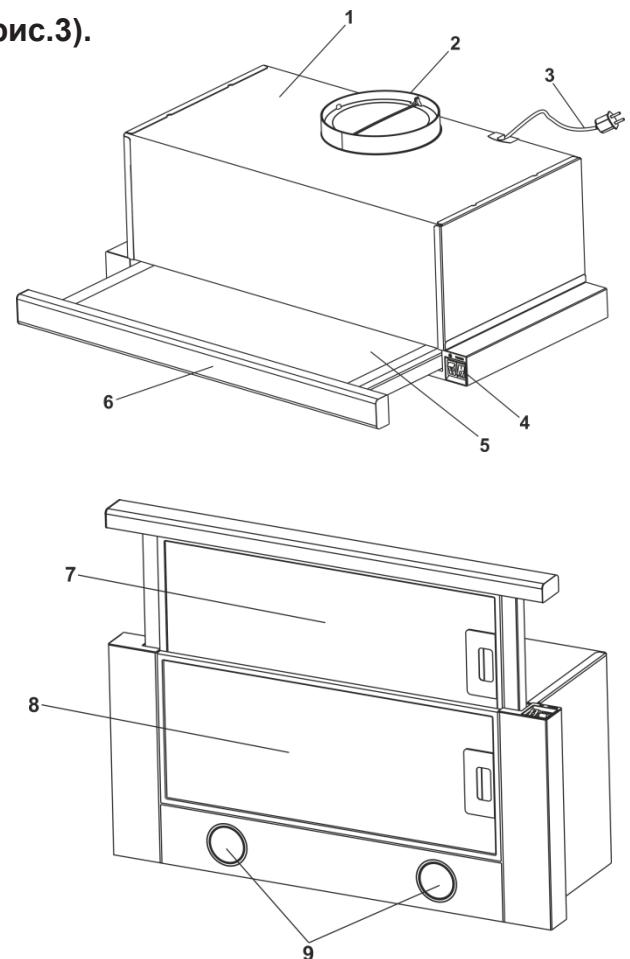

Рис.3
**ВНИМАНИЕ!** Дополнительно изделие изготавляется со следующими декоративными элементами (рис.3):
### 5.3 Вытяжка состоит из следующих составных частей (рис.3).